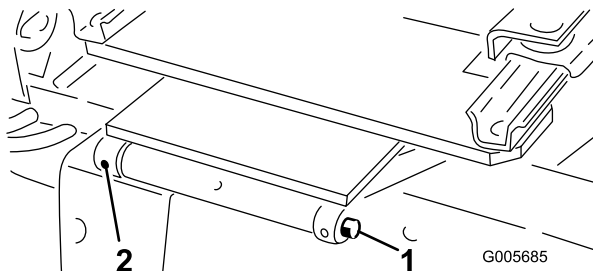

Figura 9
3. Monte el asiento y el soporte del asiento en el soporte pivotante usando el perno y el pasador cilíndrico (Figura 9).
5. Monte el asiento y el soporte del asiento en el soporte pivotante usando el perno y el pasador cilíndrico (Figura 9).